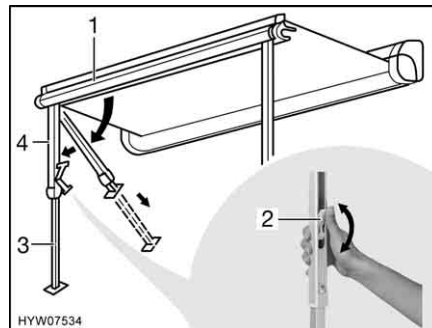

Fig. 13 Installazione dei montanti di supporto
- Estrarre i montanti di supporto (Fig. 13,4) dal listello anteriore (Fig. 13,1) ribaltandoli e montarli.
- Aprire il bloccaggio sui montanti di supporto. A tal fine ripiegare la leva di serraggio (Fig. 13,2) verso l'alto.
- Estrarre la parte inferiore dei montanti di supporto (Fig. 13,3) fino alla lunghezza desiderata.